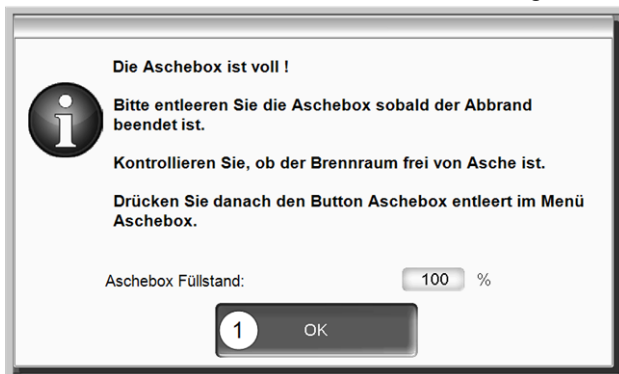

Abb. 2-52
- ▶ Die Hinweis-Meldung am Display mit **OK 1** bestätigen > Abb. 2-52